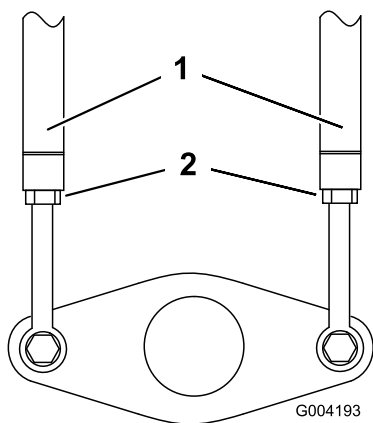

Figura 55
3. Allentare i controdadi situati sulle aste di trazione, al di sotto della plancia (Figura 55).